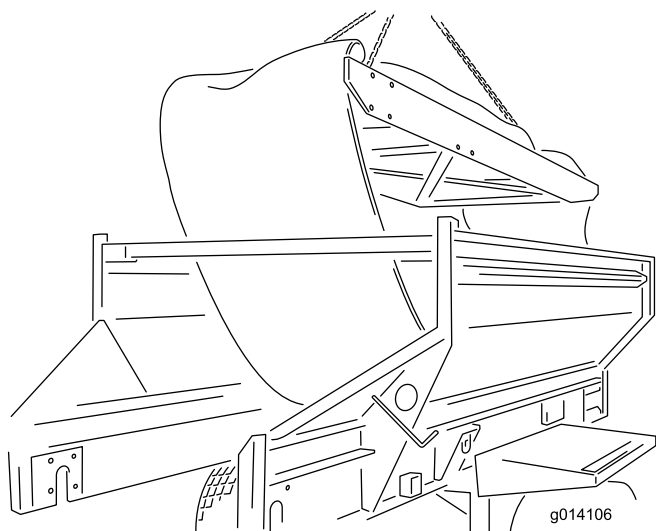

Figura 49
24. Retire o cartucho elevando-o do topo da máquina. Coloque-o no solo (Figura 49).